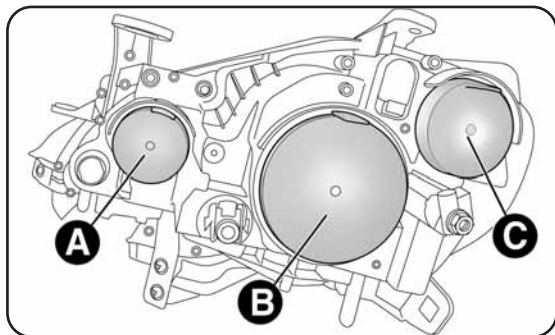

fig. 15
GROUPES OPTIQUES AVANT fig. 15
- retirer le couvercle de protection B-fig. 15 ;
- remonter correctement le couvercle de protection B-fig. 15.
- retirer le couvercle de protection A-fig. 15 ;
- remonter correctement le couvercle de protection A-fig. 15.
- retirer le couvercle de protection C-fig. 15 ;